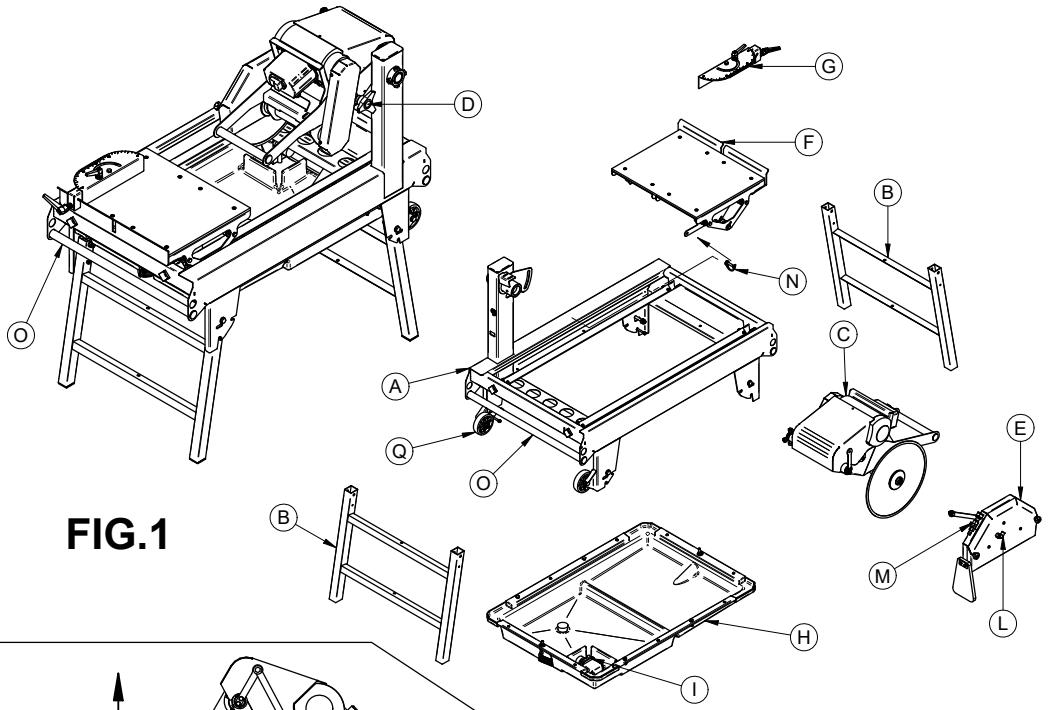

FIG.1
Antes de transportar la máquina por la obra, bloquee el cabezal en posición inferior, apriete el pomo (fig. 1, ref.D), bloquee el carro con la chaveta (fig. 1, ref. N), desenchufe la máquina y levántela sujetándola por las manillas del bastidor (fig. 1, ref. O).
Para abrir las patas: levante la parte trasera de la máquina (fig. 1, ref. 1), tire de la pata en la dirección que indica la flecha (fig. 1, ref. 2) para alejar el tornillo (fig. 1, ref. 3) del tope, gire la pata para abrirla (fig. 1, ref.4), desplace el tornillo hasta que encaje en la ranura (fig. 1, ref. 5) y apoye la máquina sobre el pavimento. A continuación, levante la parte delantera de la máquina y repita la secuencia de apertura anterior con las patas traseras. Para cerrar las patas, repita la secuencia de operaciones anterior en orden contrario.
La sierra SMART CUT 350 14" pesa 82 kg y se puede transportar a mano, levantándola por las manillas del bastidor, o con un elevador, enganchando las eslingas en los puntos indicados (fig. 1, ref. P). Las ruedas (fig. 1, ref. Q) facilitan las maniobras a la hora de cargar la máquina en un vehículo utilizando una plataforma.
El puesto de trabajo se ilustra en la fig. 3, ref. X. Llene el depósito de agua hasta el nivel máximo (aproximadamente 40 litros). Conecte la máquina a la alimentación eléctrica y póngala en marcha como se indica en el apartado 10. Abra el grifo (fig. 1, ref. M) y compruebe que haya un abundante flujo de agua de refrigeración sobre el disco diamantado.
Apoye el material que se ha de cortar sobre la superficie del carro acercándolo al tope. Establezca la inclinación deseada mediante el goniómetro. Para regular la altura del cabezal de corte, afloje el pomo (fig. 1, ref. D), coloque el cabezal a la altura deseada y enrosque el pomo a fondo. Ponga la sierra en marcha como se describe en el apartado 10. Para efectuar el corte, coloque la pieza que desea cortar (fig. 3, ref. D) sobre el carro y, luego empújelo hacia el disco colocando las manos en los lados del plano, como se muestra en la Fig. 3, Ref.E. Una velocidad de avance excesiva respecto al espesor y a la dureza del material puede interrumpir el movimiento de rotación de la hoja. En este caso, libere el disco lo antes posible desplazando el carro para alejar la pieza hasta que el disco recupere el régimen de rotación nominal. Continúe con el corte adecuando la velocidad de avance a las características del material.
Periódicamente, o cuando el caudal del agua de refrigeración disminuye, es preciso limpiar el circuito de alimentación de agua. Desmonte y límpie la boquilla que está dentro del cárter del disco (fig. 1, ref. E).
1. Bloquee el desplazamiento vertical del cabezal de corte con los pomos (fig. 1, ref. D).
2. Quite la cubierta delantera de protección (fig. 1, ref.E).